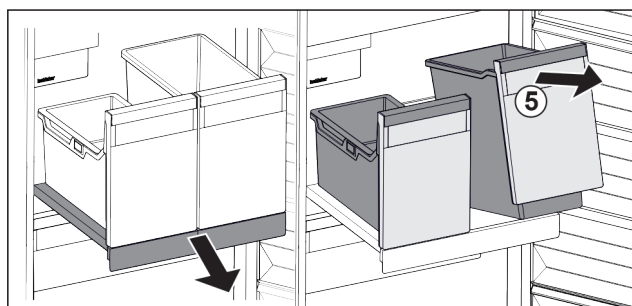

Fig. 25
- ▶ Приподнимите контейнеры Fig. 25 (5) спереди.